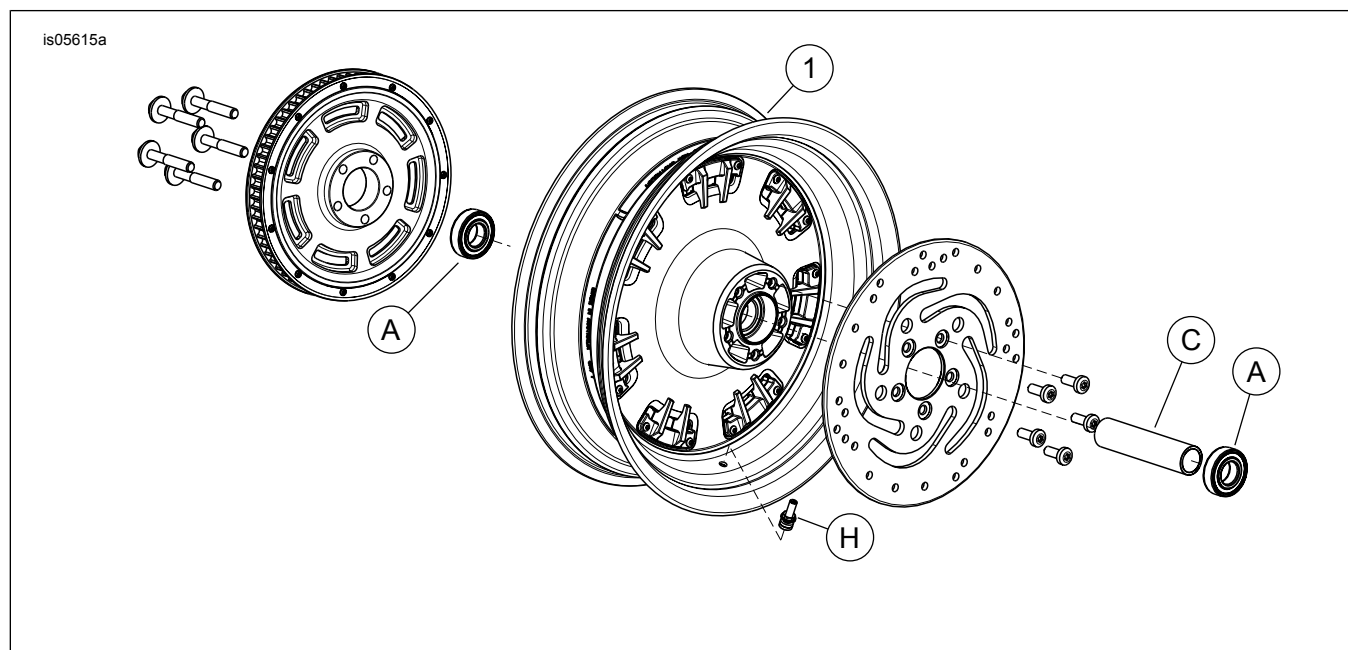

Figura 1. Parti di ricambio: Ruota posteriore Fang
2. Vedere Figura 1. Installare il gruppo dello stelo della valvola (H) sulla ruota. Vedere il manuale di manutenzione.